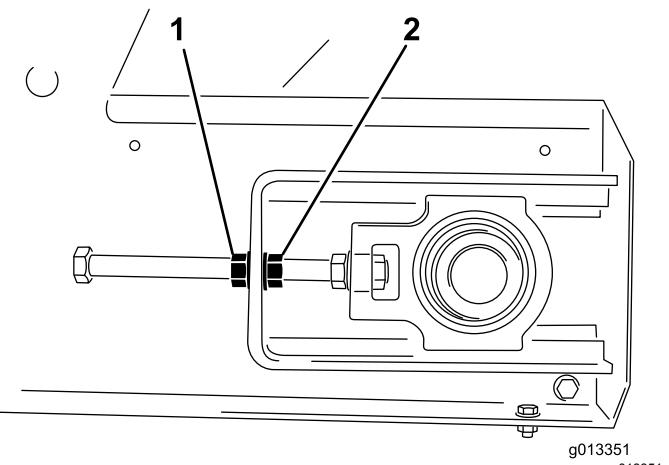

Figura 55
desaperte a porca de bloqueio, a porca mais próxima da extremidade da barra (Figura 55).
- No lado em que a correia está desajustada, segure a extremidade da barra tensora estacionária e, em seguida, desaperte a porca de bloqueio e aperte a porca de ajuste em duas faces da porca (Figura 55).